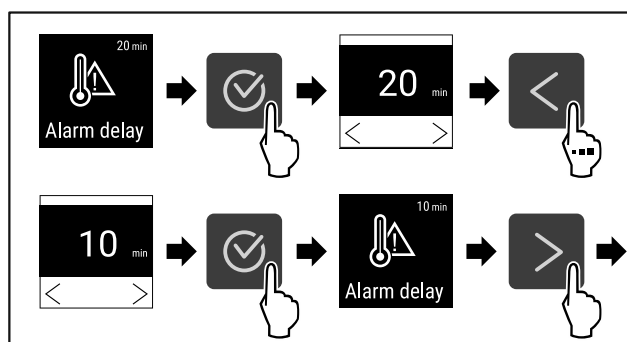

Fig. 128
- Stappen (zie Fig. 128) uitvoeren.